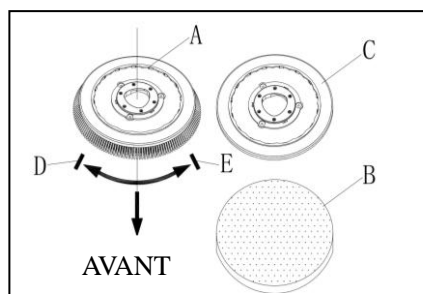

Figure 5
Installer soit la brosse (A, Figure 5) ou le support du coussinet (B et C, Figure 5) selon le type de sol à nettoyer.
1. S'assurer que l'interrupteur d'alimentation (45) est mis en position d'arrêt "0".
2. Soulever le réservoir (25) en forçant le guidon (2).
3. Tourner la brosse (A, Figure 5) ou le support du coussinet (B / C, Figure 5) dans le sens horaire (sens de la marque fléchée D, Figure 5) pour l'installer dans le panneau.
4. Tourner la brosse ou le support du coussinet dans le sens antihoraire (sens de la marque fléchée E, Figure 5) pour le désinstaller du panneau.